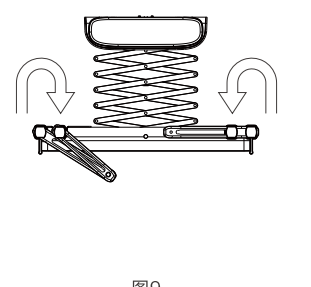

图9
4. 如图9, 当不需要晾被子时, 可将晾被杆翻转放回被杆固定座。